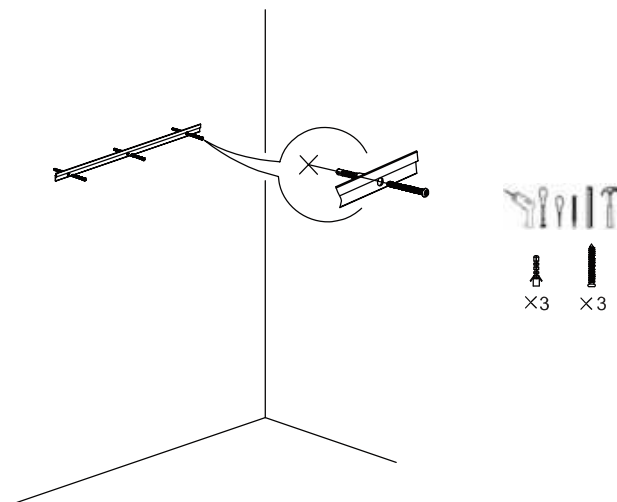

Fig. 2
1.4 Frappez les chevilles à expansion dans les trous du mur à l'aide d'un marteau, puis serrez les vis à l'aide d'un tournevis pour fixer la plinthe, et calibrez le niveau à bulle (Fig. 2).